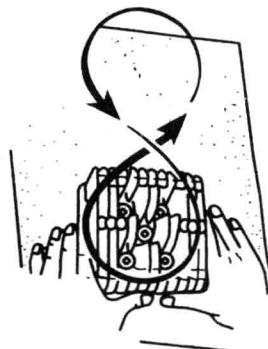

图1-3 汽缸盖修复方法
② 汽缸盖修复方法。汽缸盖修复方法如图1-3所示。将一张细砂纸平放在玻璃板上，最好用胶带将细砂纸固定在玻璃板上，然后将汽缸盖（平面）放在细砂纸上，双手压住汽缸盖沿着“8”字形路线研磨。研磨时，手的压力应一致，边研磨边测量，直到符合标准为止。磨平后，用煤油或汽油将汽缸盖清洗干净，然后用金相砂纸抛光。若汽缸盖变形过大，通过研磨虽使平面变形恢复正常，但会使燃烧室容积变小，这样便增加了发动机的压缩比，易产生爆震。这时，应换用厚汽缸盖垫，必要时，应更换汽缸盖。